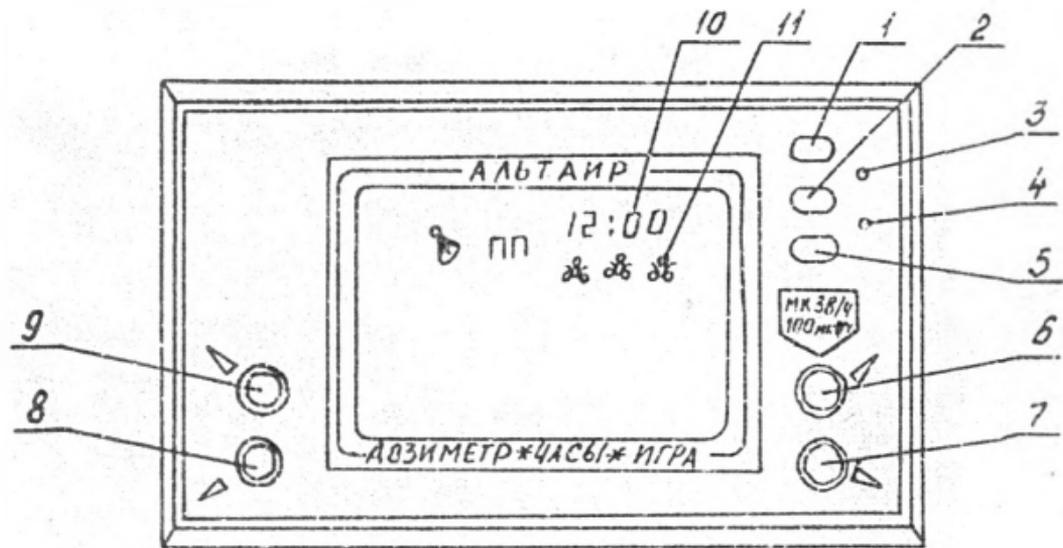

Рис. 1. Органы управления и средства отображения
5.4. Расположение и назначение органов управления и средств отображения приведены на рис.1.